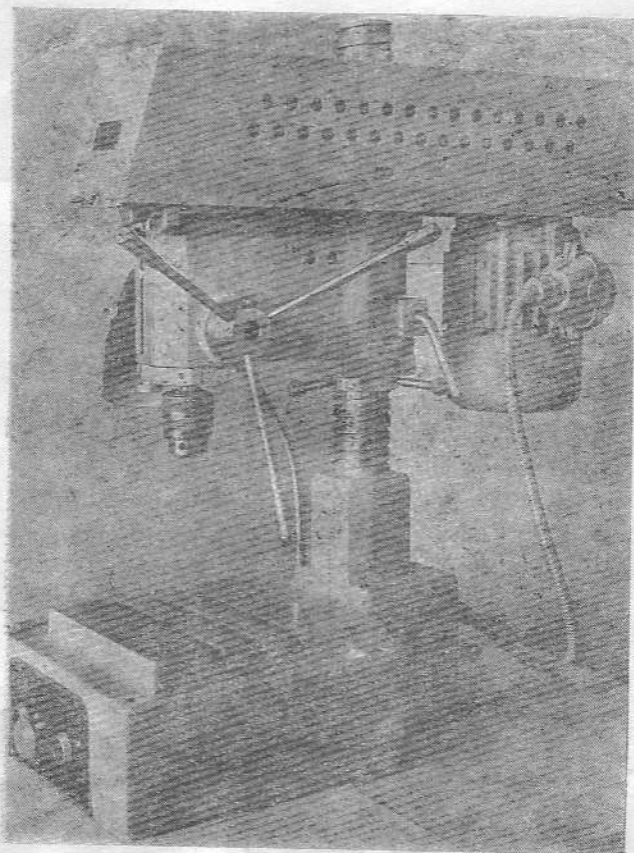

Рис. 1. Станок настольно-сверлильный вертикальный модели 2М112
1. 1. 1. Настольно-сверлильный вертикальный станок модели 2М112 предназначен для сверления отверстий диаметром не более 12 мм в мелких деталях (рис. 1).